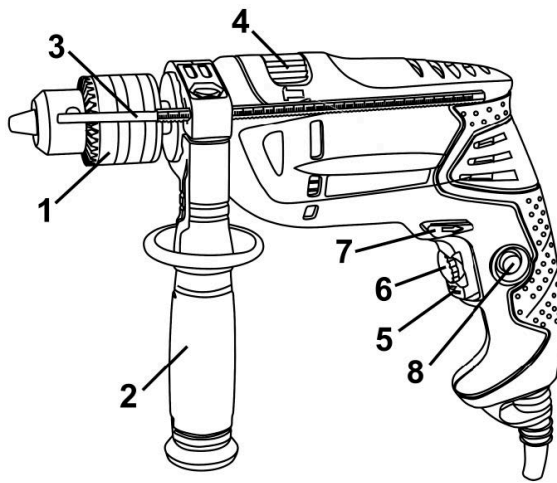

Рисунок 1
2.3.1 Виріб має два режими роботи: ударно-обертальний і обертальний. Перемикач режимів роботи виробу здійснюється переведенням перемикача (4) (див. рис.1) з одного крайнього положення в інше в сторону відповідного символу режиму роботи:
- ударно-обертальний режим - перемикач (4) повинен бути переведеним до упору убік символу **T**;
- обертальний режим - перемикач (4) повинен бути переведеним до упору убік символу **2**.
4.2 Виберіть необхідний режим роботи виробу за допомогою перемикача (4) (див. рисунок 1). Перемикання режимів роботи виробу здійснюється переведенням перемикача (4) (див. мал.1) з одного крайнього положення в інше в сторону відповідного символу режиму роботи: